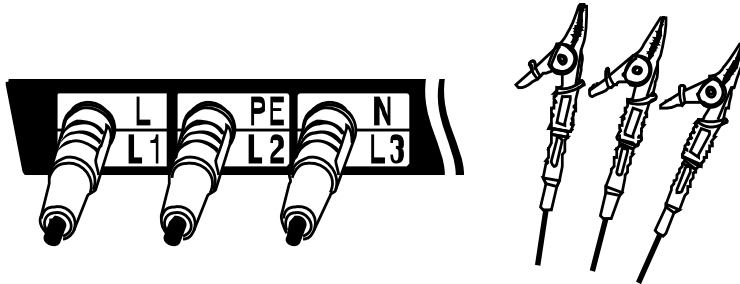

Fig.8-1
2. Connectez les cordons de mesure à l'instrument. (Fig.8-1)